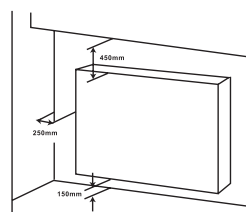

рис. 7
- При креплении устройства на стену расстояние от пола должно быть не менее 15 см, расстояние от передней и верхней панелей до предметов – не менее 45 см, расстояние от боковых панелей до предметов – не менее 25 см (рис. 7).
от пола должно быть не менее 15 см, расстояние от передней и верхней панелей до предметов – не менее 45 см, расстояние от боковых панелей до предметов – не менее 25 см (рис. 7).